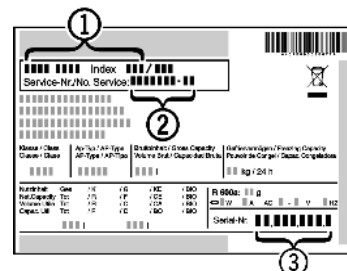

Fig. 8
- ▶ A készülék megnevezését *Fig. 8 (1)*, a szerviz- *Fig. 8 (2)* és sorozatszámot *Fig. 8 (3)* a típusábráról olvassa le. A típusábra a készülék belsejében baloldalon található.
- ▶ Értesítse a vevőszolgálatot a hibáról, és adja meg nekik a készülék megnevezését *Fig. 8 (1)*, a szerviz- *Fig. 8 (2)* és a sorozatszámot *Fig. 8 (3)*.